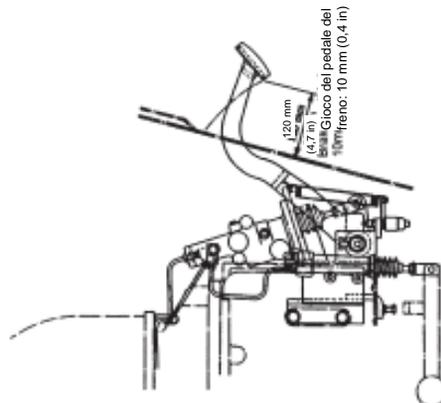

Fig. 4.17
- (1) Accorciare adeguatamente l'asta di spinta del cilindro maestro.
- (2) Regolare l'altezza del pedale con il bullone di arresto come illustrato in Fig. 4.17.
- (3) Tenere il pedale premuto di 30 mm, estendere l'asta di spinta in modo da far entrare in contatto la sua estremità con il pistone del cilindro maestro.
- (4) Serrare il controdado dell'asta di spinta.
- (1) Dopo essersi accertati che l'altezza del pedale del freno corrisponda a quanto indicato in Fig. 4.17, allentare il controdado dell'interruttore del freno.
- (2) Rimuovere dal connettore il filo conduttore dell'interruttore del freno.
- (3) Ruotare l'interruttore in modo da avere le dimensioni in "A" di 1 mm.
- (4) Accertarsi che le luci di arresto si accendano quando viene premuto il pedale del freno di 30 mm.